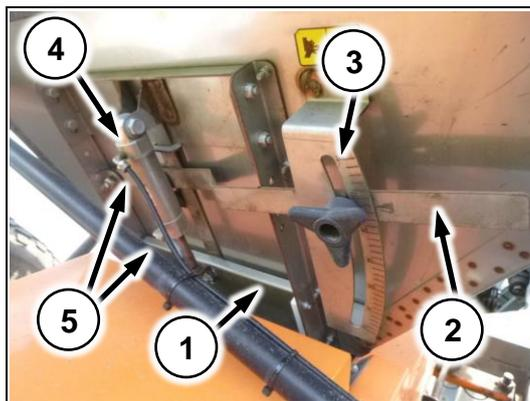

Рис. 115
Заслонка состоит из двух шиберов – наружного (Рис. 115/1 - открывает/закрывает подачу удобрений на транспортную ленту, управляется из кабины) и внутреннего (Рис. 115/2), который регулируется вручную по шкале (Рис. 115/3) и изменяет норму внесения.
(Рис. 115/4) - пневмоцилиндр.
(Рис. 115/5) – шланги управления пневмоцилиндром
**Для системы Field-IQ внутренний шибер (Рис. 115/2) всегда открывайте на максимум. Регулировка расхода происходит из кабины**